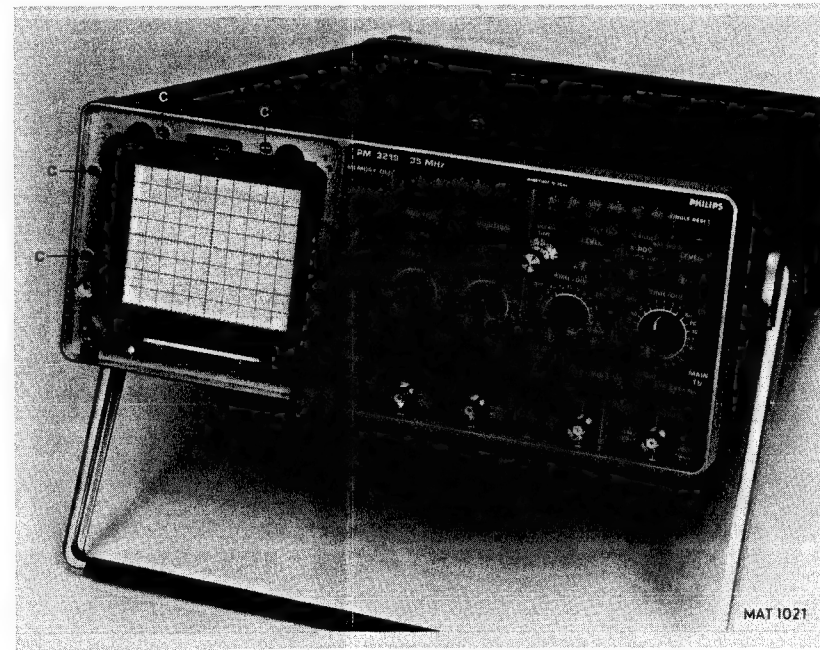

Fig. 6.12.
- Loosen 4 screws C fig. 6.12.